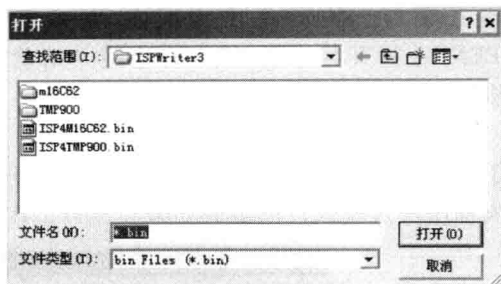

图 1-18
7) 此时打开程序文件 .bin 选择对话框, 如图 1-18 所示, 在该对话框中选择待升级的 .bin 程序文件, 单击“打开”。